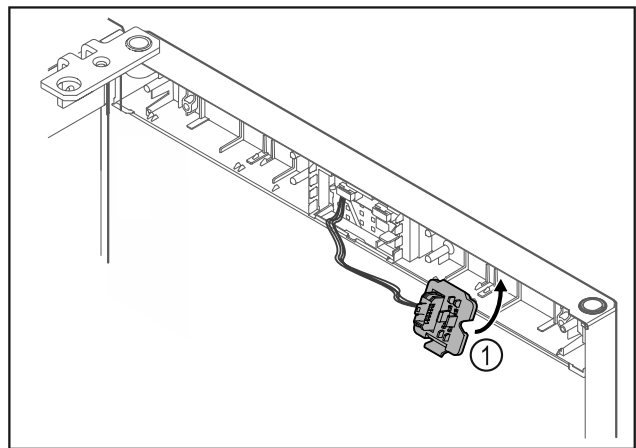

Fig. 22
- ▶ Κουμπώστε το στήριγμα του φιν Fig. 22 (1) στην απέναντι πλευρά.